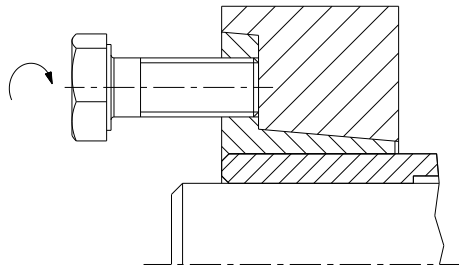

Bild 9: Lösen des Spannsatzes KTR 620
- Schrauben Sie die separaten Schrauben in die Abdrückgewinde des Innenringes (Bauteil 2) ein (siehe Bild 9). Wählen Sie die Anzahl der Schrauben z_1 und Gewindegröße M_1 entsprechend Tabelle 1 aus.